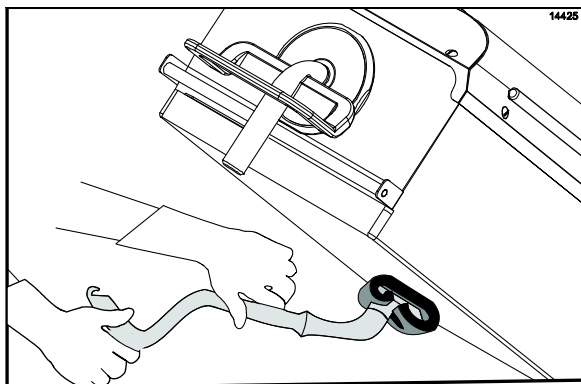

Figura 57
25. Esfregue as superfícies dos platen, começando pelo platen direito até o esquerdo. (Veja a Figura 57.)